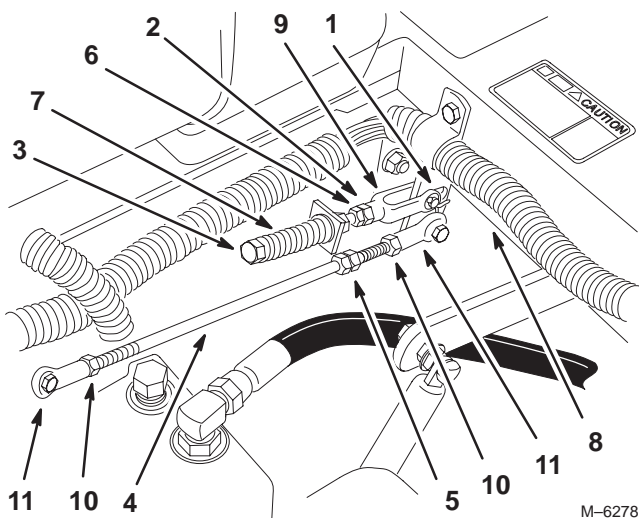

Figure 56
5. Placez le levier au point mort, **sans le verrouiller** (Fig. 56).
6. Tirez-le ensuite en arrière jusqu'à ce que l'axe de chape (situé sur le bras au-dessous de l'axe de pivot) touche l'extrémité de la fente (c.-à-d. commence juste à appuyer sur le ressort) (Fig. 56).
8. Si un réglage s'impose, desserrez l'écrou et l'écrou de blocage vissés contre la chape (Fig. 56).
- Serrez l'écrou et l'écrou de blocage (Fig. 56).
1. Desserrez les contre-écrous sur les rotules de la tige de commande de la pompe (Fig. 56).
3. Réglez la longueur de la tige de pompe en tournant les doubles écrous dans le sens voulu, jusqu'à ce que la roue soit immobilisée ou tourne légèrement en marche arrière (Fig. 56).
6. Serrez les contre-écrous contre les rotules (Fig. 56).